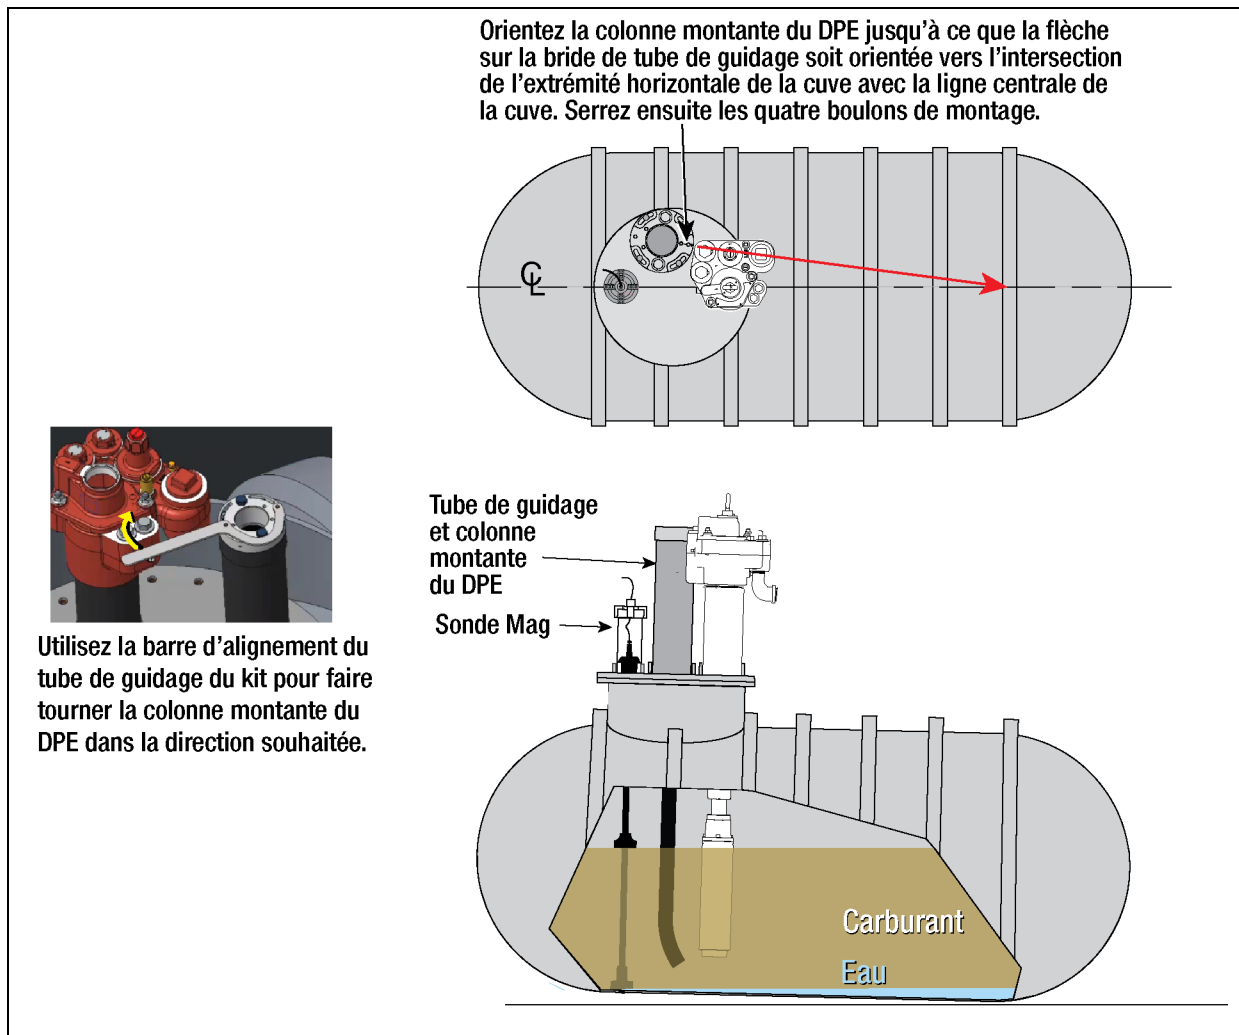
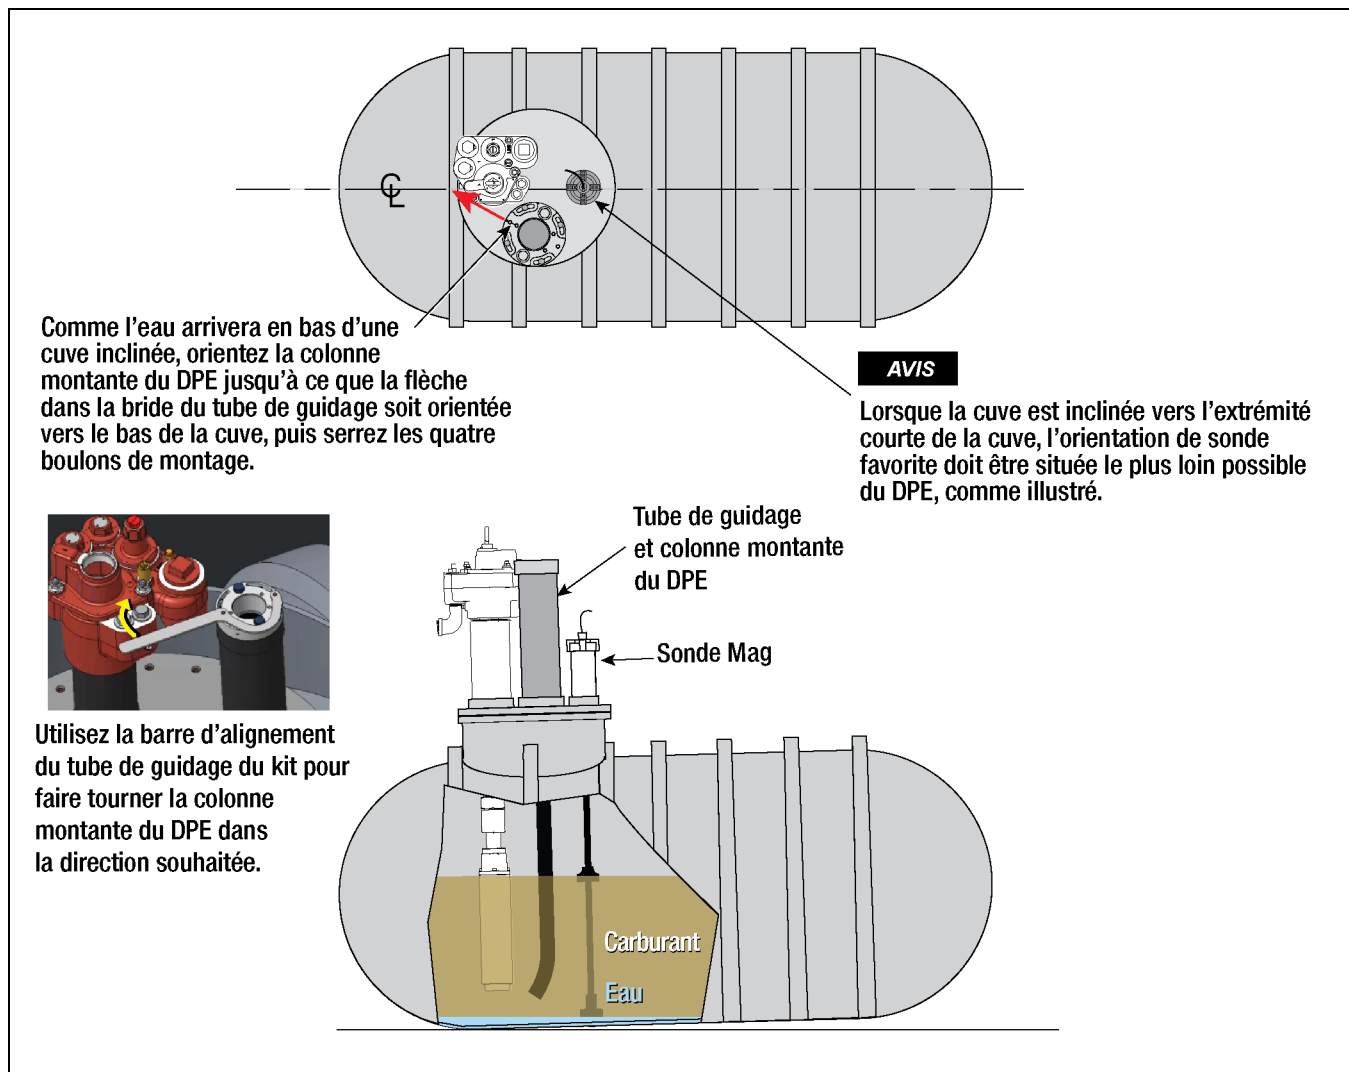

Figure 7. Exemple d'installation du tube de guidage - Inclinaison de la cuve à l'écart du trou d'homme
Figure 8. Exemple d'installation du tube de guidage - Inclinaison de la cuve vers le côté court de la cuve
2. La Figure 7 illustre l'emplacement choisi pour la colonne montante du DPE. Consultez le guide d'inspection du site HydrX pour déterminer l'inclinaison de la cuve. Comme le tube de guidage détermine la direction de déploiement du dispositif de prise d'eau (DPE), il doit être orienté vers l'eau accumulée. L'orientation du tube de guidage et la configuration du DPE (1, 3 ou 6 tubes) ont été déterminées par des mesures réalisées dans votre guide d'inspection du site HydrX.
3. Une fois la colonne montante installée, prenez l'assemblage de tube de guidage et la barre d'alignement dans le kit. Le tube de guidage est inséré dans la colonne montante, et repose sur la bride de la colonne montante. Vous trouverez des exemples de tubes de guidage à la Figure 7 et à la Figure 8.